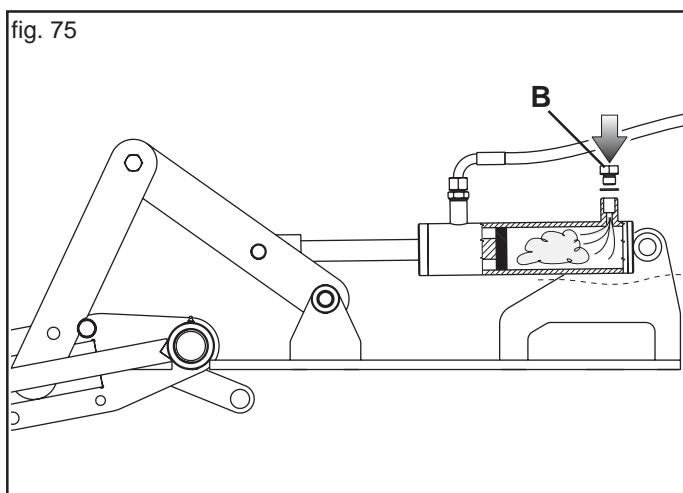

fig. 75
- Die Stopfen wieder an den Zylindern anbringen (B, Abb. 75) und die Spurreißerarme durch Einschalten der öldynamischen Anlage schließen.